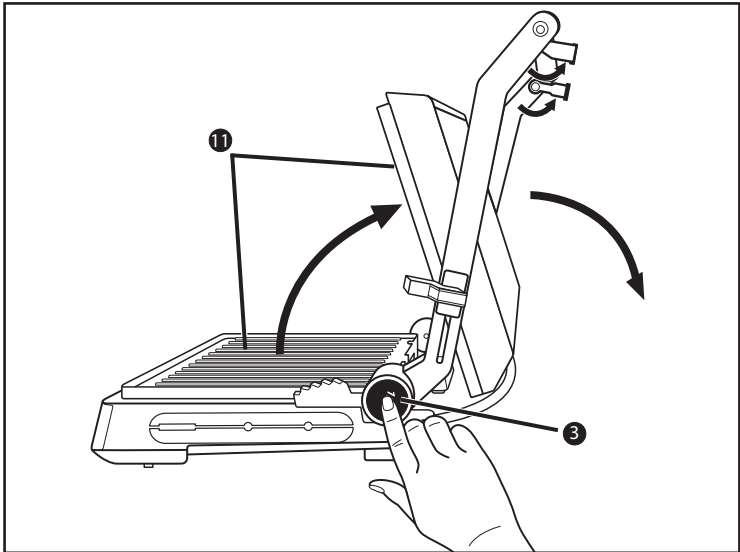

Abb. 1
- 1) Klappen Sie die beiden Stützfüße ❶ aus (Abb. 1).
- 2) Drücken Sie die Entriegelungstaste 180°  ❸ (Abb. 1) und öffnen Sie den Gerätedeckel so weit, dass beide Heizplatten ❶ als Tischgrill benutzt werden können.